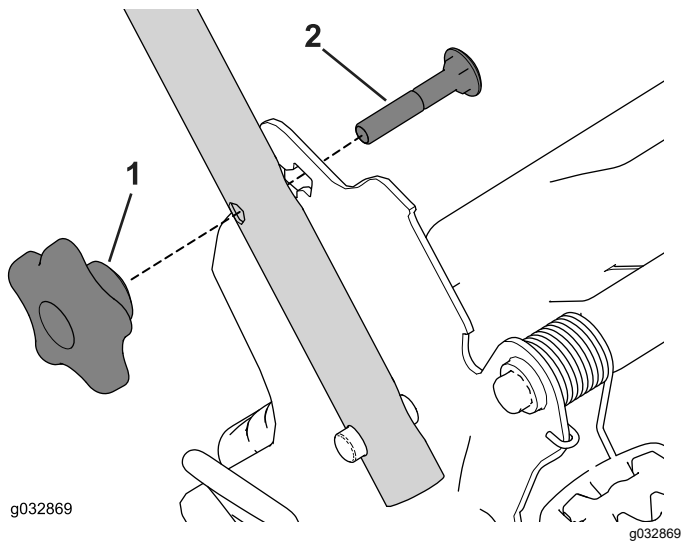

Figura 22
1. Retire y guarde los 2 pernos de cuello cuadrado y los 2 pomos de los soportes del manillar (Figura 22).